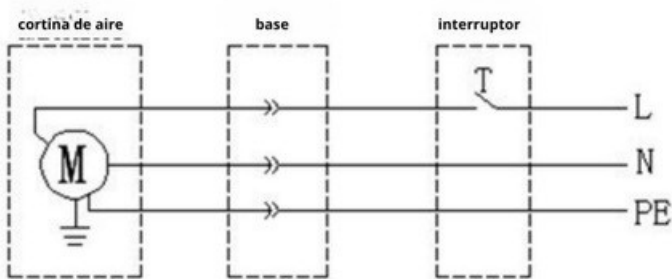

Imagen 7
1. Circuito de control de cortina de aire de una sola velocidad (Imagen 6); La instalación de la válvula de conexión de brida se encuentra en el diagrama (Imagen 7), se controla mediante un interruptor externo, si se conecta la interruptor externo, se logrará la velocidad continua.